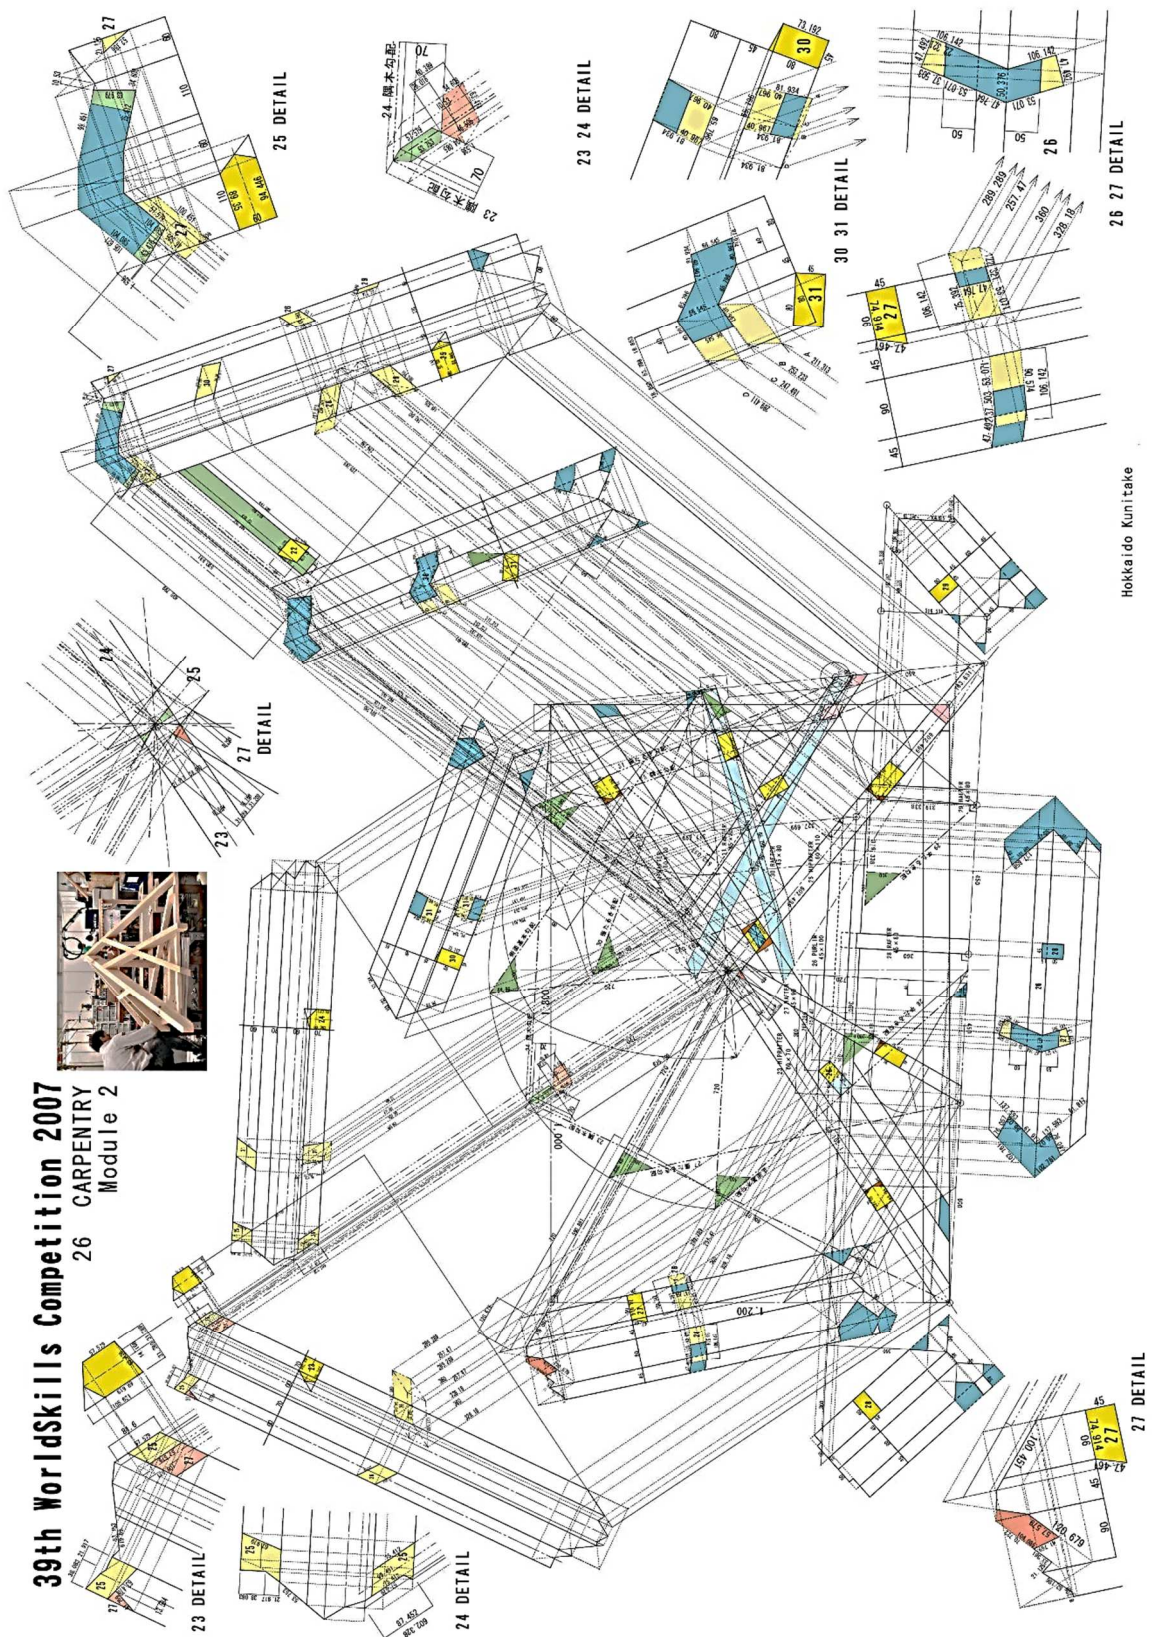

図 2-8-6 全部材の展開図
各部材の展開図については、課題図②を参考にしながら解いていく。やはり世界大会であるので複雑な取り合いや仕口ばかりで難解な課題である。モジュール2の全部材展開図を図2-8-6に示す。